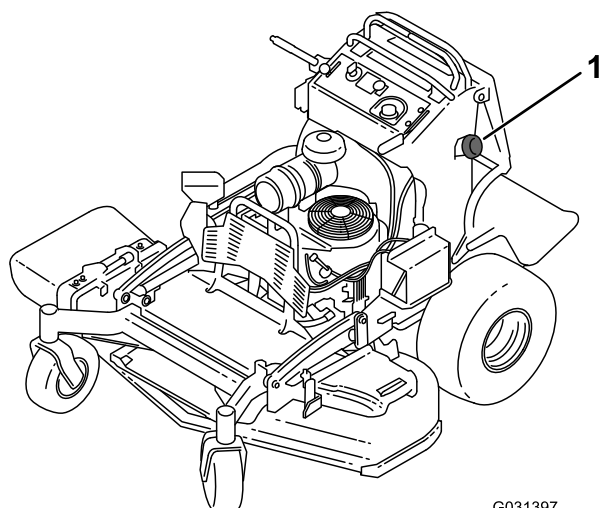

図 51
3. 燃料タンクにごみが入るのを防止するために、キャップ 図 51 の周囲をきれいに拭く。